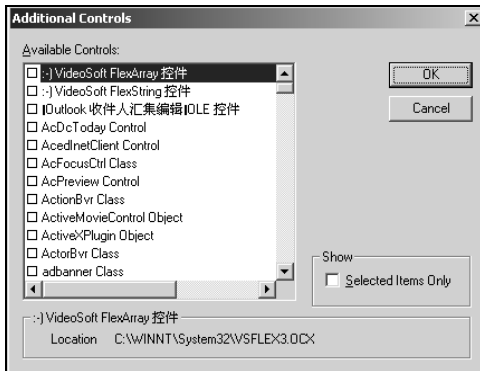

图 19-11 附加控件选择对话框
(7) 窗体窗口。VBA 程序用于建立交互式屏幕界面的有利工具。其上可以摆放用于各种目的的控件。
(8) 控件工具箱。存放控件的地方。第一次使用时含有的控件是 VBA 的标准控件，如果想往工具箱中添加附加控件，最简单的办法是用鼠标的光标右击工具箱，在弹出的菜单中选择 Additional Controls（附加控件）选项，紧接着弹出如图 19-11 所示的 Additional Controls 对话框，在标有 Available Controls（可用控件）的列表框中选择所需的附加控件，然后单击 OK 按钮，选中的控件就被加入到工具箱中了。
(9) 标准工具条。其上的所有功能均包含在菜单条的各项菜单中。工具条的使用可以使我们对常用的一些功能进行直观而高效的调用。